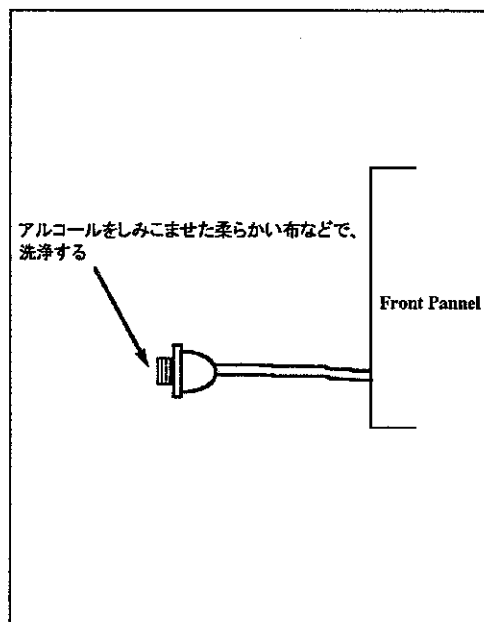

図 2-6 コネクタ清掃④
- (4) アルコールを染込ませた柔らかい布などで、内部のコネクタに傷を付けないように洗浄します。[図 2-6 参照]
- (5) レセプタクルの内側に洗浄したコネクタを取り付け、コネクタのネジを締め付けます。
- (6) レセプタクルを正面パネルに取り付け、レセプタクルを2本のネジで固定します。